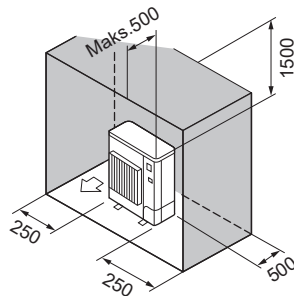

Fig. 2-12
- (6) Kun forhindringer bagved, i siderne og ovenover (Fig. 2-12)